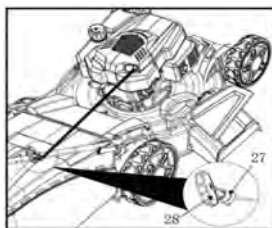

Fig. 12
3. Întotdeauna sprijiniți mânerul demarorului cu sfoară (28) pe cârligul (27) situat pe partea dreaptă a ghidonului superior (2) (Fig. 12) când demarorul cu sfoară nu este folosit.